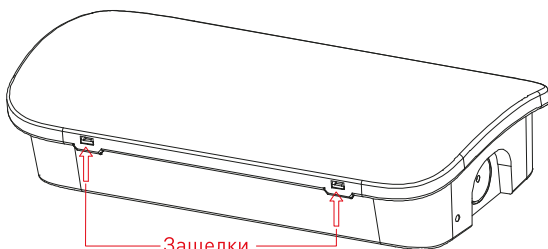

Рис. 1
- 3.3. Отщелкните подходящей отверткой две защелки. Смотрите рис. 1.